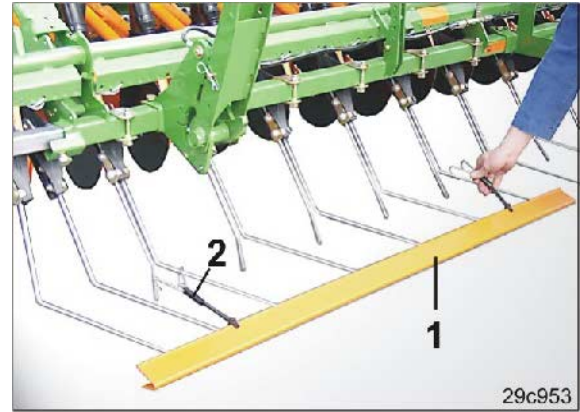

図 200
1. 2つのパーツで構成される輸送用安全バー (図 200/1) を精密ハローのティン先端の上に押し込みます。
2. 輸送用安全バーをスプリングホルダ (図 200/2) で精密ハローに固定します。